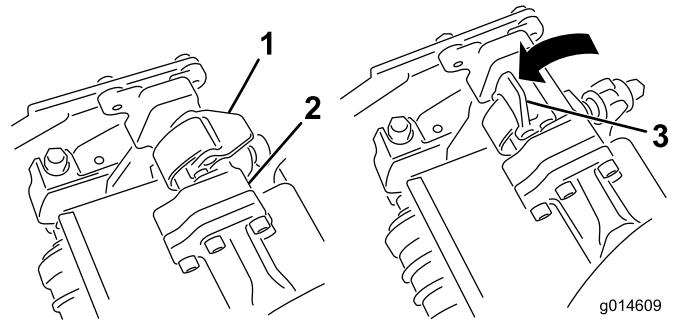
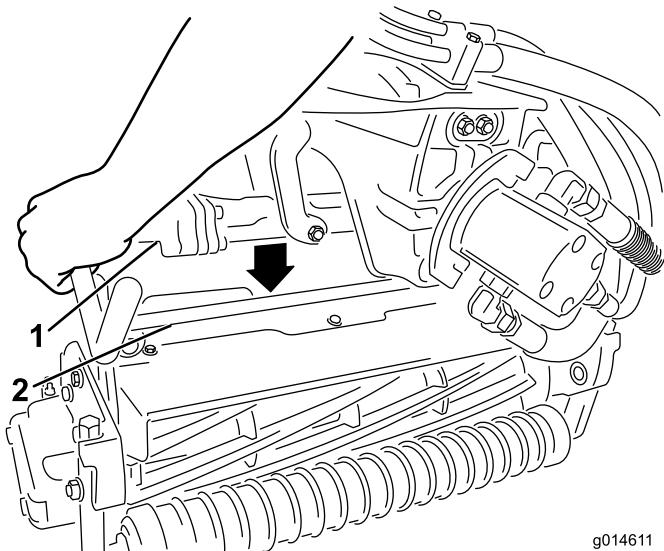

Bild 52
Bild 53
4. Öffnen Sie die Verriegelungen an der Aufhängearmstange (Bild 52) und drücken Sie den Aufhängearm nach unten, damit die Stange über beide Neigungsarme am Mähwerk liegt und stellen Sie sicher, dass die Verriegelungen unter die Querstange des Mähwerks greifen (Bild 53).
5. Drücken Sie die Riegel nach unten um die Mähwerksstange herum und arretieren sie (Bild 52).
6. Öffnen Sie die Riegel an der Aufhängearmstange des Mähwerks, die Sie entfernen möchten (Bild 52).